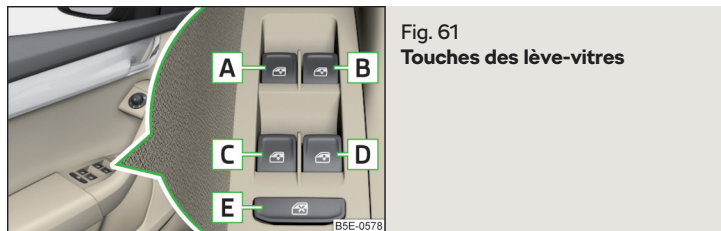

Fig. 61
Touches des lève-vitres » fig. 61.
- Une fois la portière du conducteur ou du passager ouverte, l'utilisation confortable de la vitre est possible uniquement à l'aide du bouton **A** » fig. 61, en appuyant ou en tirant sur ce dernier pendant 2 s.
- **ou** : Coupez le contact, ouvrez la porte du conducteur et maintenez le bouton **A** en position ouverte jusqu'à la butée » **fig. 61 à la page 72**.
- **ou** : Coupez le contact, ouvrez la porte du conducteur et maintenez le bouton **A** en position fermée jusqu'à la butée » **fig. 61 à la page 72**.